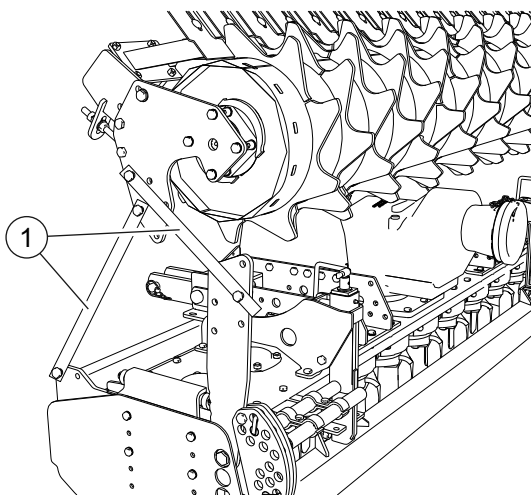

Abb. 7
Für den Versand der Maschine kann die Walze von den Halterungen abmontiert und mit Eisenstangen **1** „Abb. 7“ oberhalb der Maschine befestigt worden sein.
- Die Befestigungsschrauben der Stangen **1** „Abb. 7“ an der Walze lösen.